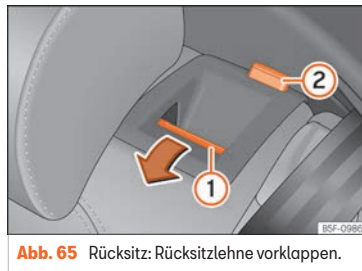

Abb. 65 Rücksitz: Rücksitzlehne vorklappen.
- Entriegelungstaste »» [Abb. 65] ① nach vorn drücken und gleichzeitig die Rückenlehne umklappen. Die Rücksitzlehne ist entriegelt, wenn die rote Markierung des Tasters ② sichtbar ist.